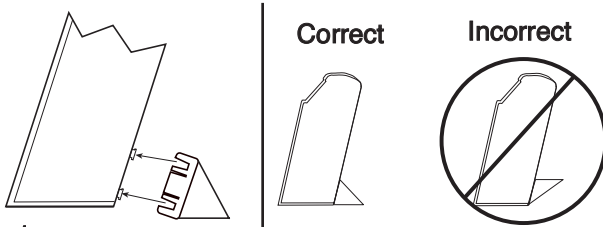

Figure 1
- Sortez les extensions de pieds de support en plastique de leur emballage. Alignez les fentes et glissez les pieds dans les panneaux d'extrémité comme montré (Voir la Figure 1).